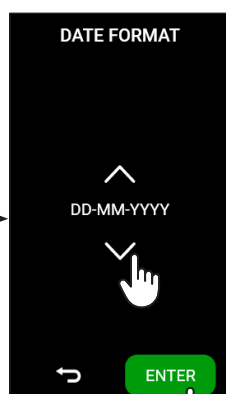

fig.3
Für einen ordnungsgemäßen Betrieb ist ein Freiraum von mindestens 5 cm zwischen der Rückseite des Geräts und einer eventuell vorhandenen Wand zu lassen oder die mitgelieferten Abstandshalter zu verwenden (siehe Kap. 4.3) (fig. 3). Stellen Sie das Gerät nicht in der Nähe von Wärmequellen oder in feuchten oder schlecht belüfteten Räumen auf. Der Raum muss eine Luftzirkulation mit mindestens 10-maligem Luftwechsel pro Stunde aufweisen. Ein Umluftsystem (z. B. ein elektrischer Lüfter) kann nicht als Alternative verwendet werden.
- Stellen Sie das Datumsformat ein und drücken Sie ENTER (fig. 3);